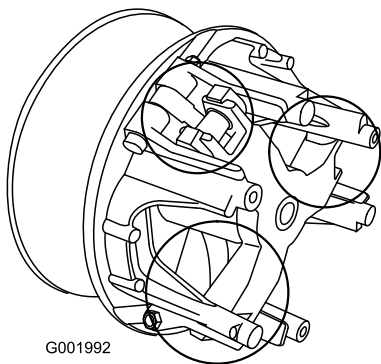

Figure 58
- Lubrifiez les pièces mobiles aux endroits indiqués par des cercles à la Figure 58 avec du lubrifiant sec en aérosol de marque Toro, disponible auprès des concessionnaires ou distributeurs Toro agréés.